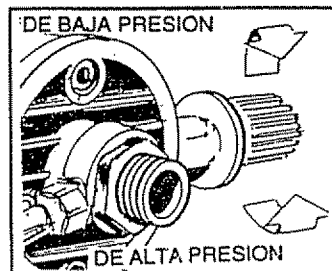

FIG. 9
- Empuje hacia adelante el aditamento de la embocadura cuando desee ajustar el rociado al modo de baja presión (Fig. 9). Empuje hacia atrás la embocadura para obtener la alta presión.
- Coloque la embocadura en baja presión. Asegúrese de utilizar el modo de BAJA PRESION (LOW PRESSURE) cuando esté aplicando el detergente o el desengrasador (Fig. 9).